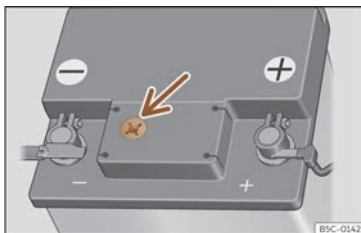

Abb. 207 Sichtfenster an der Oberseite der 12-Volt-Fahrzeugbatterie (Prinzipdarstellung).
- Prüfen Sie die Farbanzeige im runden Sichtfenster an der Oberseite der Batterie >>> (**Abb. 207**).